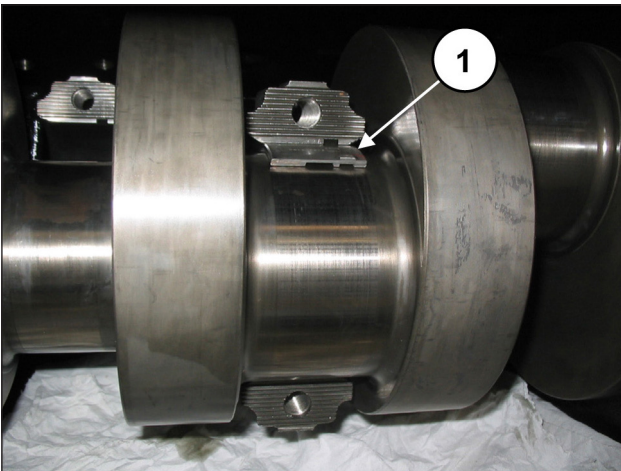

Fig. 56
Insérer les demi-coussinets supérieurs entre les bielles et l'arbre (rep. ①, Fig. 56).